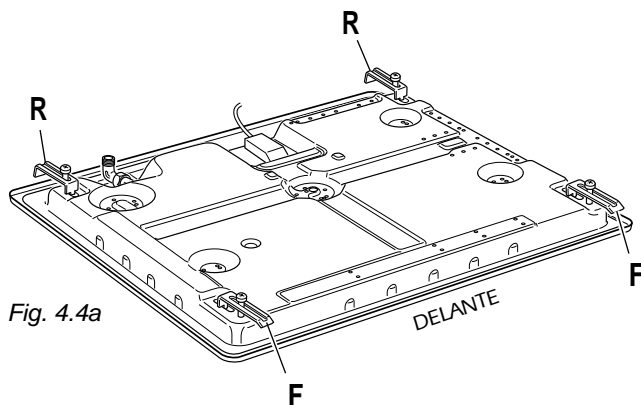

Fig. 4.4a
- ✓ Preste atención en montar las aletas como se indica en la fig. 4.4a.